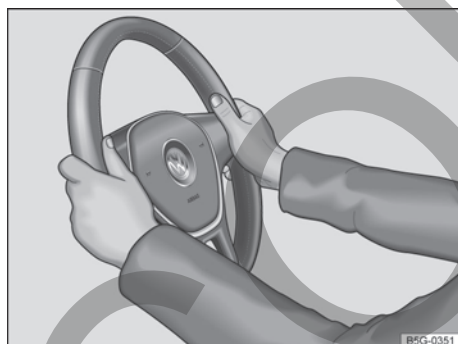

Fig. 55 En el volante: posición equivalente a las 9 y las 3 horas.
2. Ajuste el volante de forma que pueda sujetarlo con ambas manos por los lados, por su parte exterior, en la posición equivalente a las 9 y las 3 horas → Fig. 55 con los brazos ligeramente flexionados.